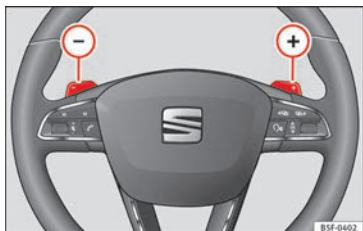

Fig. 177 Volant : palettes pour boîte automatique.
- Appuyez sur la plaquette (+) pour passer une vitesse supérieure »» **fig. 177**.